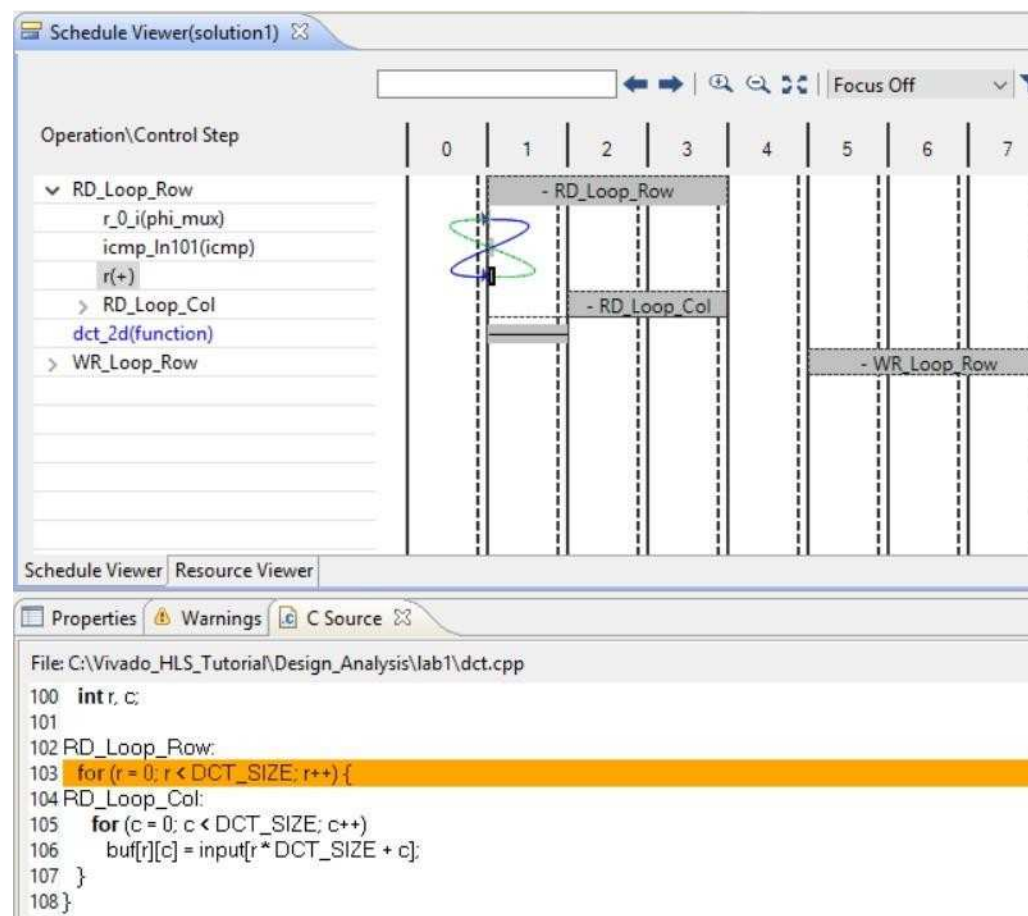

图 6-9: C 源代码视图
3. 在状态 **C1** 中选择加法器，右键单击并选择 **Go to Source**(图 6-9)。当对话框打开时，按 OK 键选择项目 0。
这将打开 C 源代码以突出显示创建这个加法器的 C 源代码中的操作。从屏幕上的细节(也显示在图 6-9 中)，您可以确定它确实是循环计数器。它是这一行中唯一的加法，变量名为“**r**”。